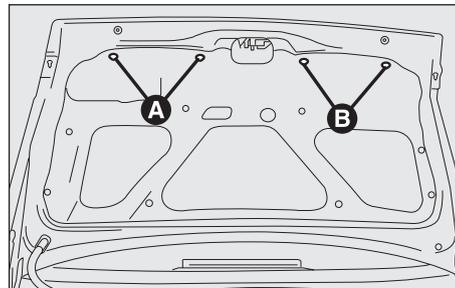

Abb. 40
– Die Schrauben (**A** oder **B, Abb. 40**) der Kofferraumverkleidung nahe der auszuwechselnden Glühlampe lösen.